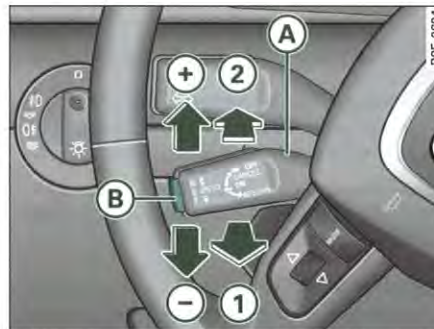

Fig. 148 Éléments de commande du régulateur de vitesse
- Tirez le levier (A) en position ⇒ fig. 148 (1) afin d'activer le système.
- Appuyez brièvement sur la touche (B).
- Poussez le levier (A) vers le haut, dans le sens ⇒ fig. 148 (+).
- Poussez le levier **(A)** vers le bas, dans le sens $\Rightarrow$ *page 147*, fig. 148 **(-)**.
Chaque fois que vous poussez brièvement le levier **(A)** vers le haut, dans la direction $\Rightarrow$ *page 147*, fig. 148 **(+)**, la vitesse augmente de 2 km/h environ.
Chaque fois que vous poussez brièvement le levier **(A)** vers le bas, dans la direction $\Rightarrow$ *page 147*, fig. 148 **(-)**, la vitesse diminue de 2 km/h environ. ■
Si au moment de la mise hors circuit provisoire du dispositif, aucune vitesse n'était programmée, vous pouvez mettre en mémoire une nouvelle vitesse souhaitée en procédant comme suit : conduisez à la vitesse souhaitée, puis appuyez brièvement sur la touche $\Rightarrow$ *page 147*, fig. 148 **(B)** (SET).
- Poussez le levier A ⇒ *page 147*, fig. 148 en position ② (le faire encliqueter).